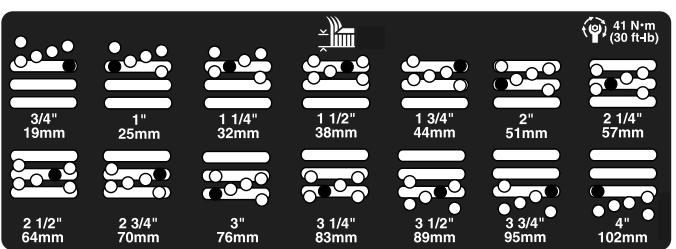

Figura 23
- 5. Mueva la cámara a la altura deseada e instale el espaciador en el taladro y la ranura de altura de corte deseados (Figura 23)